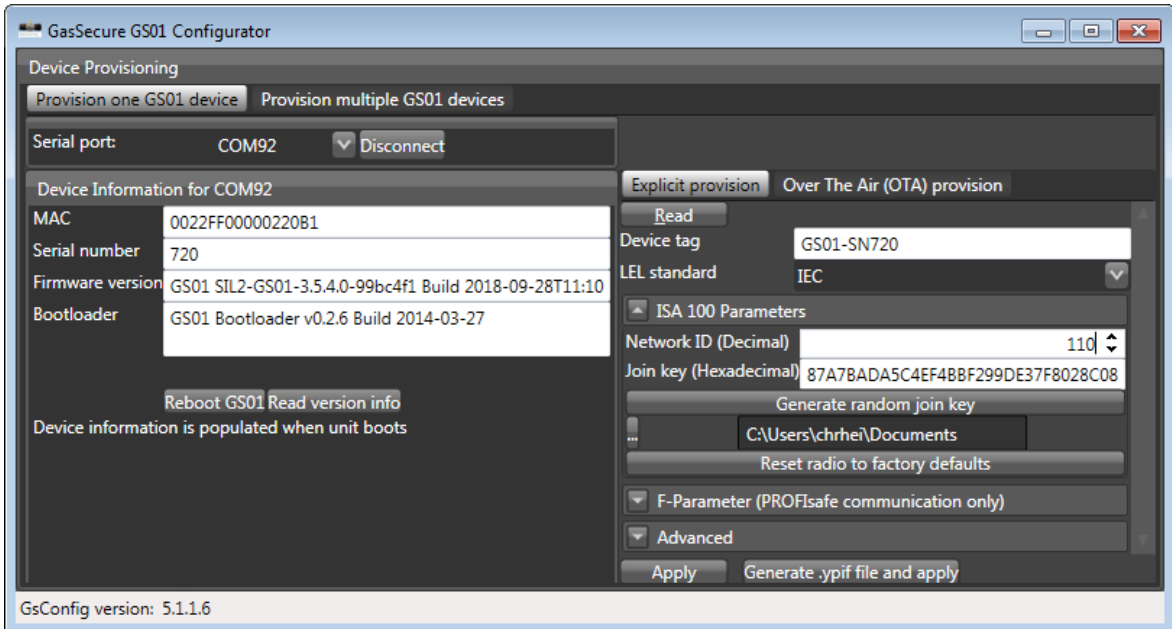

图 3-1: GS01 配置器
- b) 运行 GS01 配置器并选择正确的 COM 端口。保留默认模式“Provision one GS01 device”（配置一台 GS01 设备）。按“Connect”（连接）按钮并验证设备信息是否显示，请参阅图 3-1。如果设备信息未自动显示，请按“Read version info”（读取版本信息）按钮。按“Read”（读取）按钮，以便显示设备的当前配置状态。保持“明确规定”。
- c) 输入设备标签⁵和所需的十进制格式网络 ID⁶，请见图 3-1。
- 运行 GS01 配置器并选择正确的 COM 端口。保留默认模式“Provision one GS01 device”（配置一台 GS01 设备）。按“Connect”（连接）按钮并验证设备信息是否显示，请参阅图 3-1。如果设备信息未自动显示，请按“Read version info”（读取版本信息）按钮。按“Read”（读取）按钮，以便显示设备的当前配置状态。选择“无线电 (OTA) 规定”。